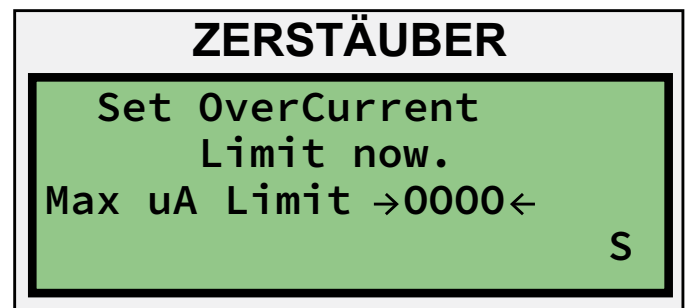

Abbildung 61: Menü-Bildschirm Initialisierung 5 (rechts)
In der obigen Abbildung 61 wird der Anwender aufgefordert, den Überstrom-Grenzwert einzustellen. Hierzu wie folgt vorgehen:
- Die Taste SET drücken, um zum Menü von Abbildung 61 zurückzukehren.